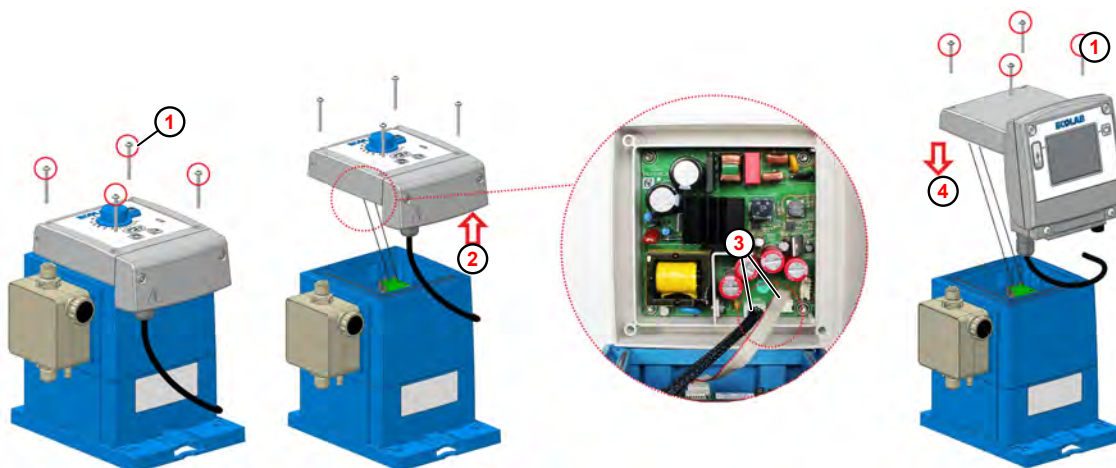

Fig. 37: Actualización a EcoAdd
1. ➤ Aflojar los tornillos de fijación (Fig. 37 , ①) de la unidad de control **EcoPro** con una llave Torx (TX25).